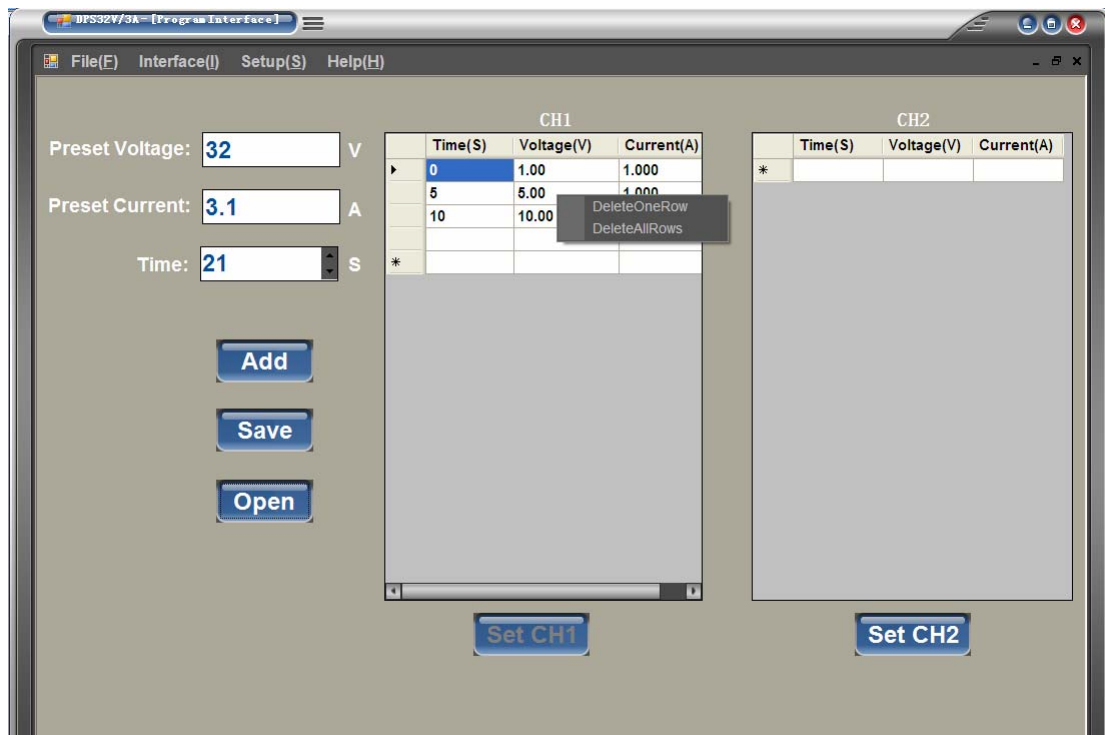

图 48
- 在表格上方单击鼠标右键，选择行删除选项，如图 48 所示；